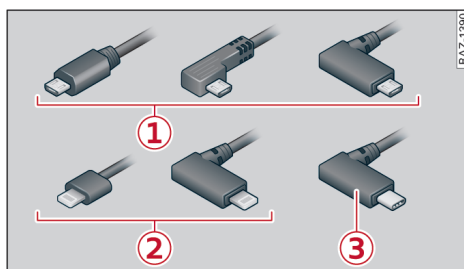

图 156 奥迪原装附件：USB 适配器
- 如果移动设备已配有一根电缆或必须通过一个 USB 适配器⇒ 171 页，图 156 进行连接，那么不得再使用附加适配器或其它 USB 延长线将其与奥迪音乐插接装置连接。它们会影响性能。